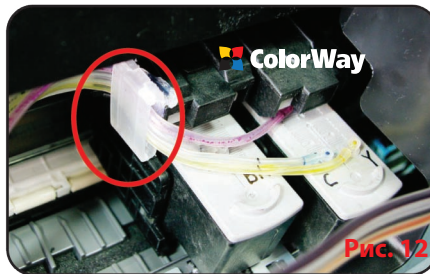

Рис. 12
6.6. Закрепите чернильный шлейф при помощи держателей как показано на рисунках (Рис. 12; 13).